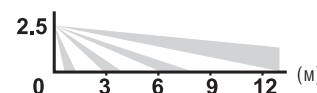

Рис. 7
- При необходимости, устранить отдельные элементарные чувствительные зоны (рис.7).